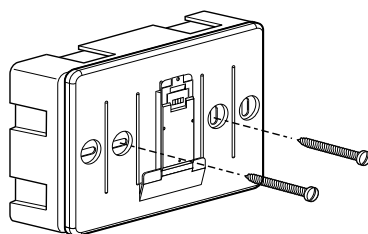

fig. 2
- fissare la base dell'apparecchio alla scatola sulla parete, usando le viti fornite nel kit (fig.2),